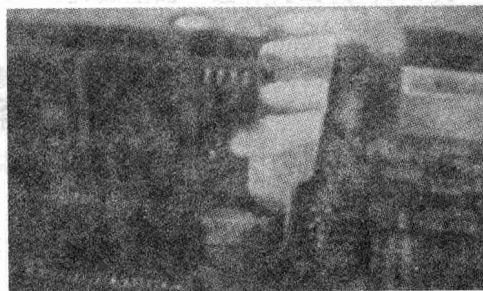

图 2-8
2. 将内存条的缺口对准内存插槽上的凸点, 用两手均匀用力将内存条垂直插入内存插槽中, 内存插槽两端的锁扣复位将内存条卡住并固定好, 内存条就安装完成了。如图 2-8 所示。